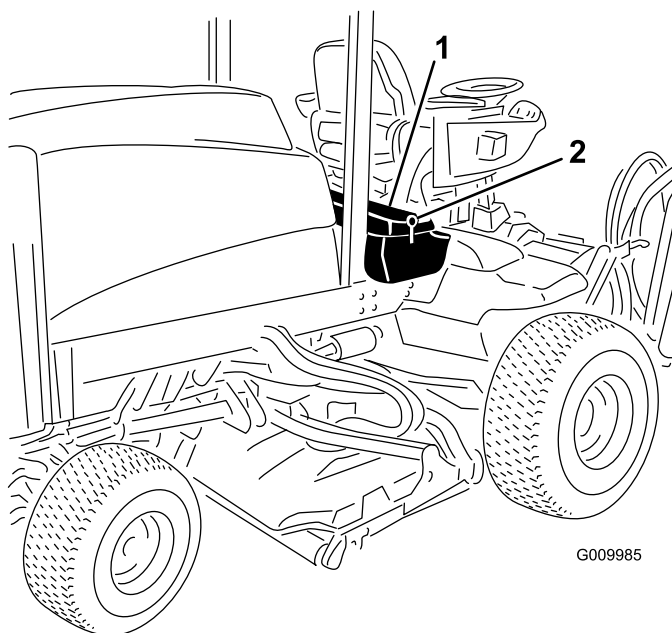
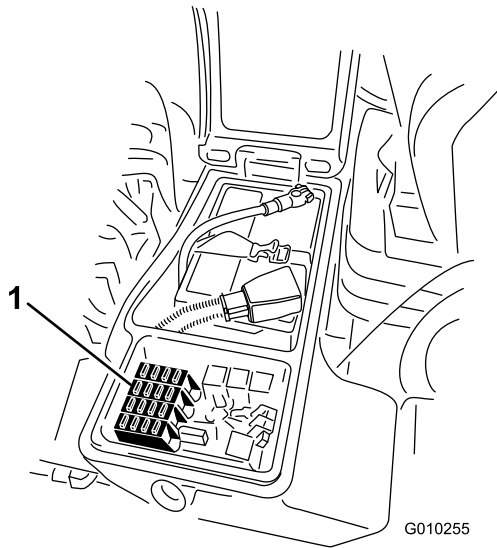

Figura 95
Figura 96
1. Afloje el enganche de la cubierta de la caja de almacenamiento derecha y eleve la cubierta (Figura 95) para exponer el bloque de fusibles (Figura 96).
2. Sustituya el fusible o los fusibles abiertos tal y como sea necesario (Figura 96).
3. Cierre la cubierta de la caja de almacenamiento derecha y fijela con el enganche (Figura 95).